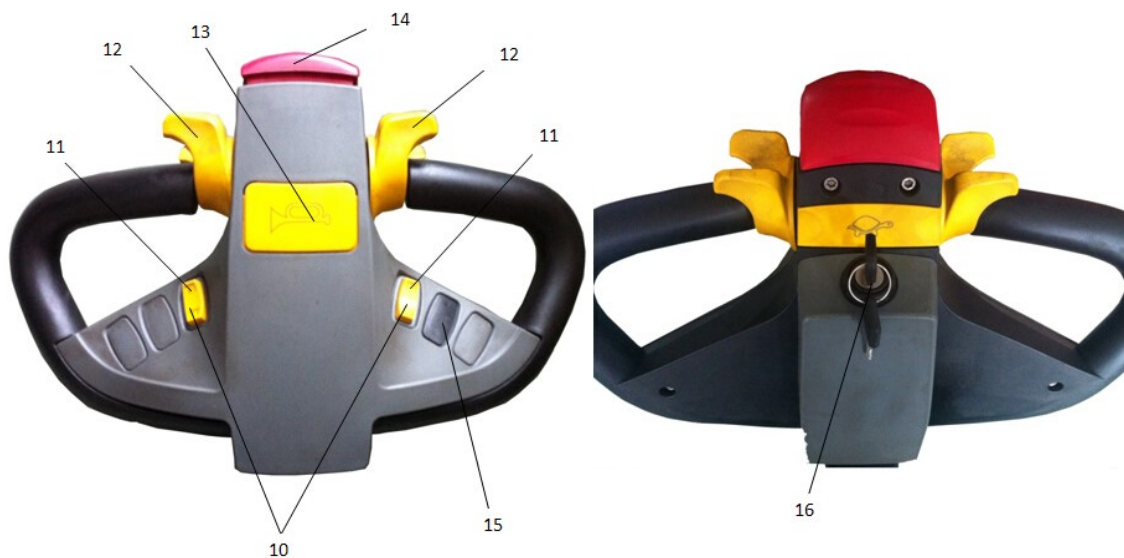
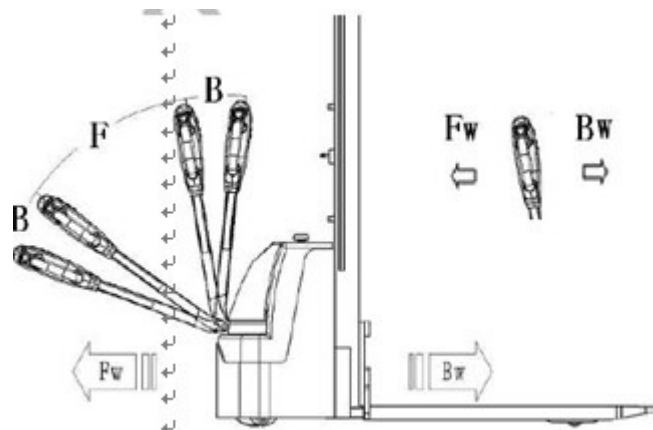

Fig. 1 : Contrôle de poignée
Fig. 8 : Le sens de l'opération
Lors du déplacement, veuillez abaisser complètement les fourches au gerbeur sur les pieds, et appuyez sur le bouton de levage (Figure 1, 11) jusqu'à ce que vous atteigniez la hauteur de levage souhaitée.
Lorsque la clé est insérée et tournée à la position « Marche » (Figure 1, 16), enfin, tirez avec précaution le bouton d'arrêt d'urgence vers le haut pour démarrer le gerbeur, la poignée est déplacée vers la zone d'opérations (« F », Fig. 8). Tournez le bouton d'accélération dans le sens Fw souhaité. Ou dans le sens de marche arrière « Bw ». (Figure 11). En déplaçant avec précaution le bouton de l'accélérateur (12) pour contrôler la vitesse de conduite jusqu'à ce qu'elle atteigne la vitesse souhaitée.